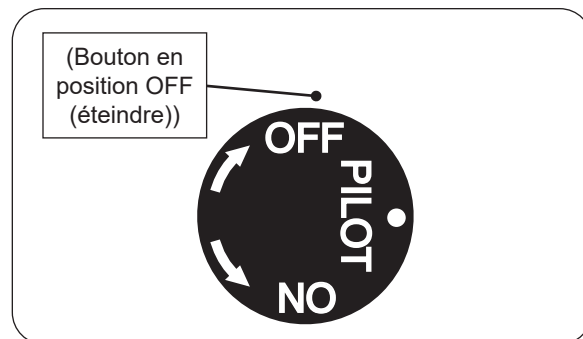

Fig. 51-2 Arrêt du pilote
2. Localisez la vanne sur le côté de l'unité. Pousser le gaz bouton de commande légèrement et tourner dans le sens des aiguilles d'une montre  sur **OFF** (éteindre) (voir Fig. 51-2).
Appuyez légèrement sur le bouton de contrôle et tournez-le dans le sens des aiguilles d'une montre  pour **OFF** (éteindre). Ne force pas. Voir Fig. 51-2.